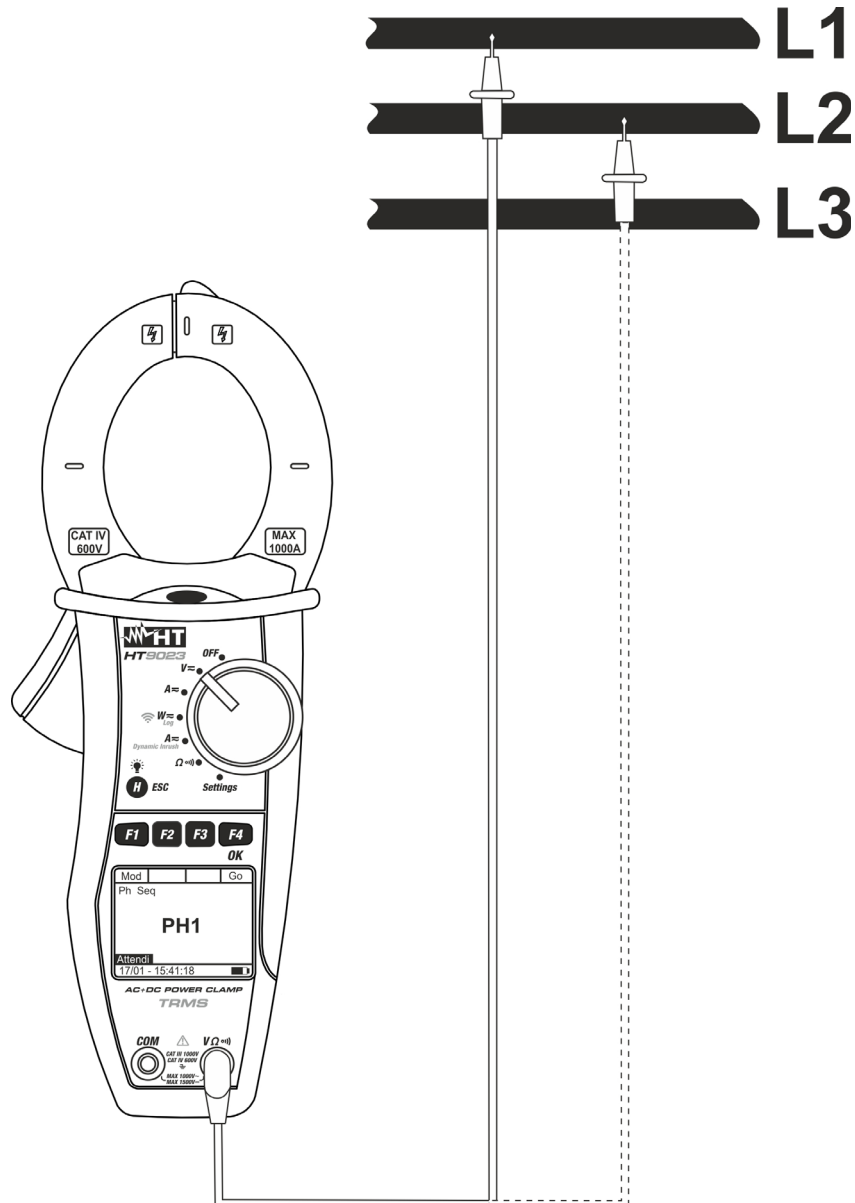

Abb. 7: Prüfung der Phasenfolge
4. Verbinden Sie die rote Messleitung mit der **VΩ** Eingangsbuchse und die schwarze Messleitung mit der **COM** Eingangsbuchse. Kontaktieren Sie die rote Messspitze mit der Phase L1 (siehe Abb. 7).
7. Das Gerät zeigt den Bildschirm hier auf der Seite und wartet die Erkennung der Phase L2 ab. Die Messspitze mit dem Leiter der Phase L2 verbinden. (siehe Abb. 7)